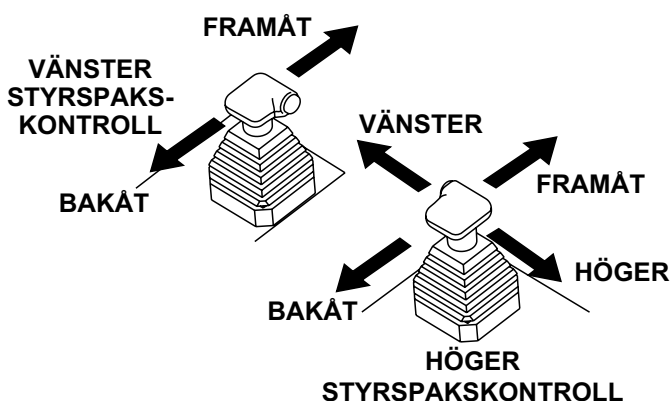

Bild 11. Vänster och höger kontrollstyrspakar
Två styrspakar (bild 11) placerade till vänster och höger om förarstolen ger styrkontroll åt HHX Åkglättare. Tabell 3 illustrerar de olika riktningspositionerna hos styrspakarna och deras effekt på åkglättaren.
1. Tryck både vänster och höger kontrollstyrspak framåt. Se bild 11.